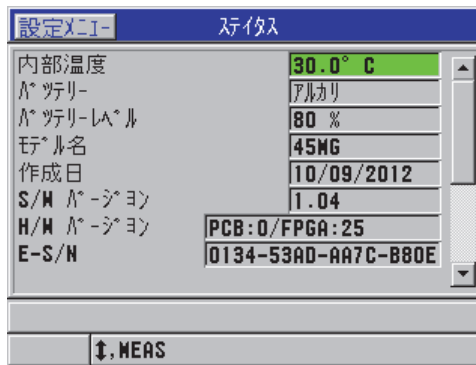

図 12-5 ステータス画面の例
2. SPメニュー（55ページの図4-2を参照）で、ステータス（221ページの図12-5を参照）を選択します。